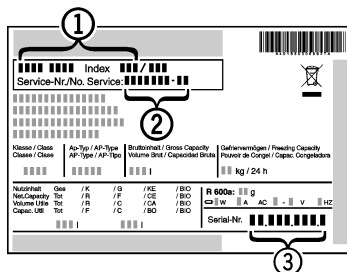

Fig. 20
- ▶ Наименование устройства *Fig. 20 (1)*, сервисный № *Fig. 20 (2)* и серийный № *Fig. 20 (3)* считайте с заводской таблички. Заводская табличка находится внутри устройства слева.
- ▶ Обратитесь в сервисную службу и сообщите вид неисправности, наименование устройства *Fig. 20 (1)*, сервисный № *Fig. 20 (2)* и серийный № *Fig. 20 (3)*.